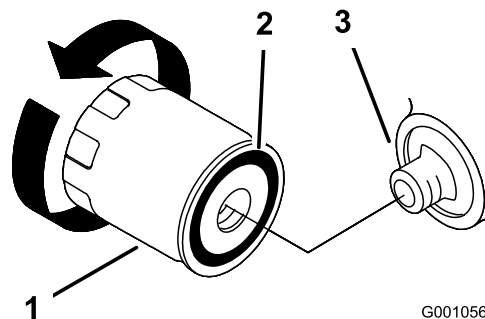

図 34
4. アダプタにフィルタを取り付け、ガスケットがアダプタに当たるまでフィルタを右に回し、そこから更に 2/3-1 回転増し締めする(図 34)。